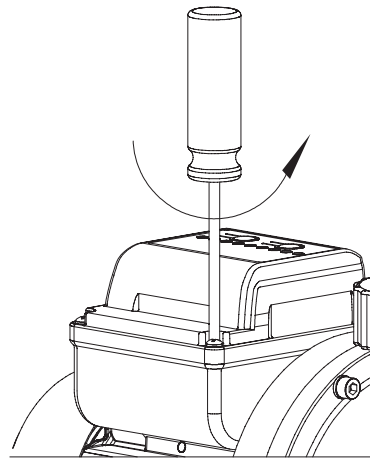

Abbildung 4 /
3. Drücken Sie mit Ihrem Finger leicht an die Seite der Batterie; diese springt dann frei heraus. Wechseln Sie die Batterie (Knopfzelle Lithium 3V CR 2032). (Abbildung 4)